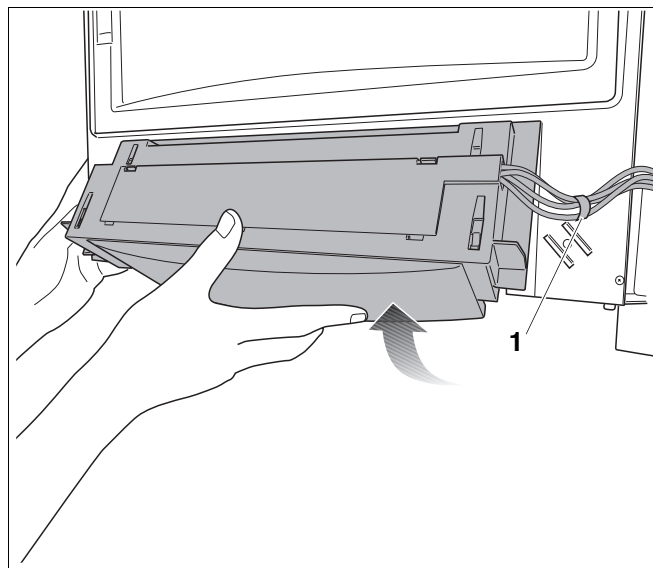

Рис. 127 Снятие панели управления
- Снять хомут крепления кабелей (рис. 127, поз. 1).
- Снять панель управления (рис. 127).